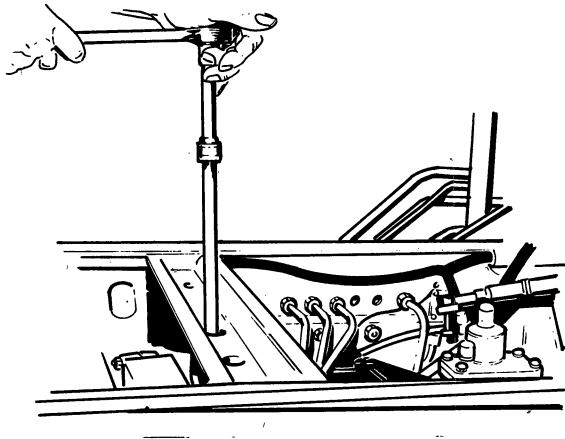

Fig. 8
- Étayer la boîte, ôter les boulons de la traverse de suspension de la boîte (fig. 8). Dans les cas où il y avait des entretoises entre la traverse de suspension et la boîte, il est impératif de les remettre au moment de la pose.